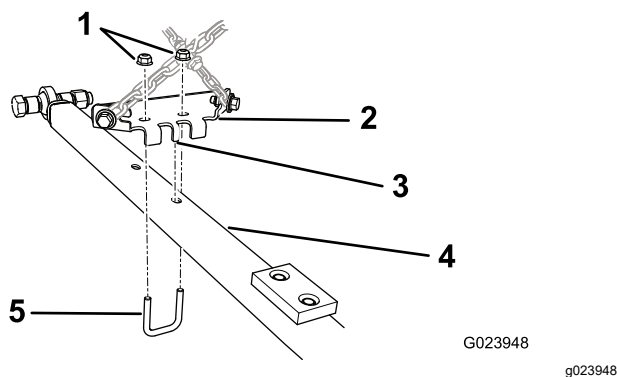

Figura 7
- Alinee la pestaña central del soporte de la barra de tracción con el taladro situado hacia la parte de atrás de la barra de tracción (Figura 7).